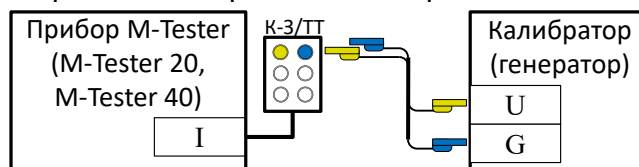

Рисунок 9.10 – Схема измерения переменного напряжения в режиме измерения силы переменного тока в фазе «А»
- собрать электрическую принципиальную схему (рисунок 9.10) для фиксации переменного напряжения в режиме измерения силы переменного тока в фазе «А».